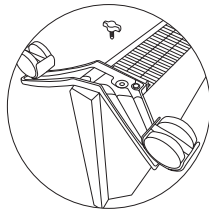

Рис. 8
- приложить пластинку опорной шпильки к месту крепления на конвекторе так, чтобы выпуклая часть пластинки прилегала плотно к корпусу конвектора и находилась ближе к его задней стенке, винтовое отверстие должно совпадать (рис.8);